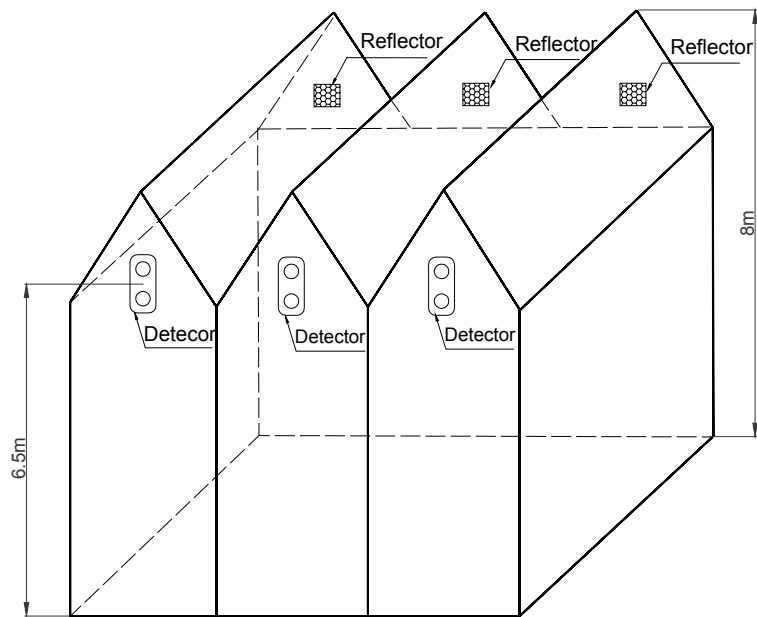

Fig. 7
- d) Per strutture navate/tetto spiovente con altezze colmo di circa 8m, il rivelatore e piastra vanno montate sui muri contrapposti ad una distanza di almeno 1.5m dal colmo vetrice del soffitto. Vedi Fig. 7.